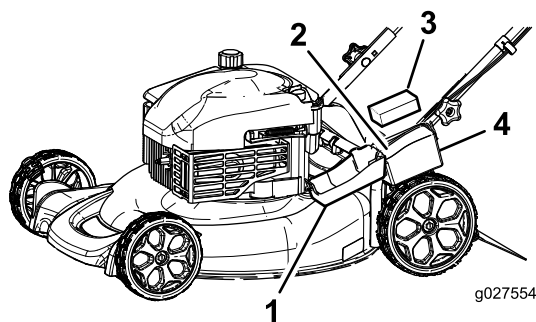

Figura 27
1. Sbloccate il coperchio della batteria e toglietelo (Figura 27).